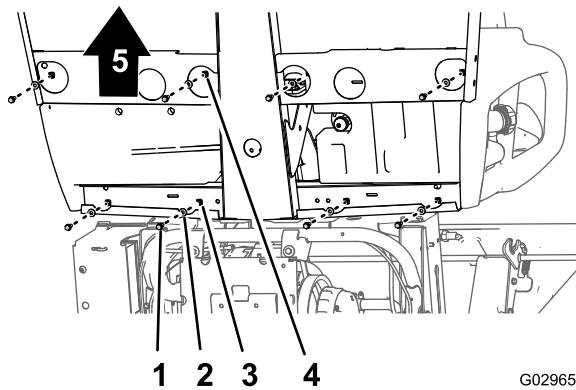
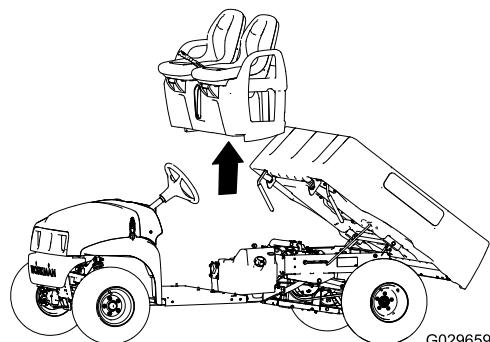

Figure 47
Figure 48
1. Au bas de la machine, retirez les 8 boulons à embase et les 8 rondelles qui fixent la base des sièges au plancher et au profilé arrière de la cabine (Figure 47).
2. Déposez les sièges, la base et les câbles de frein de stationnement de la machine (Figure 47) avec précaution.
1. Soulevez les sièges et sa base sur la machine et alignez les câbles de frein avec le châssis (Figure 47 et Figure 48).
2. Alignez les trous dans la base des sièges et les trous dans le plancher et le profilé arrière de la cabine (Figure 47 et Figure 48).